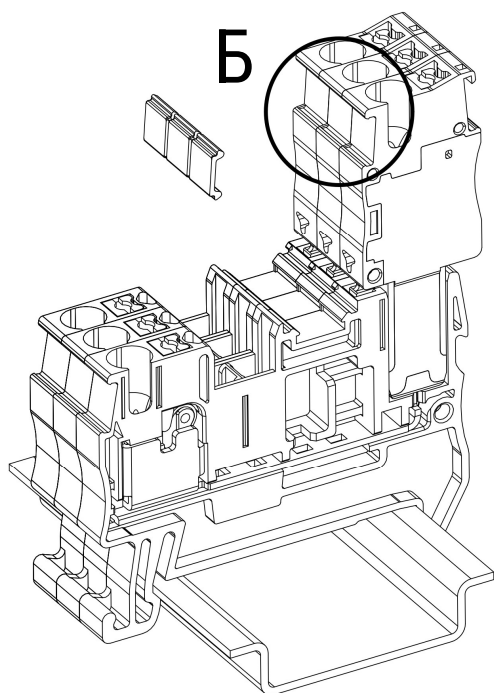
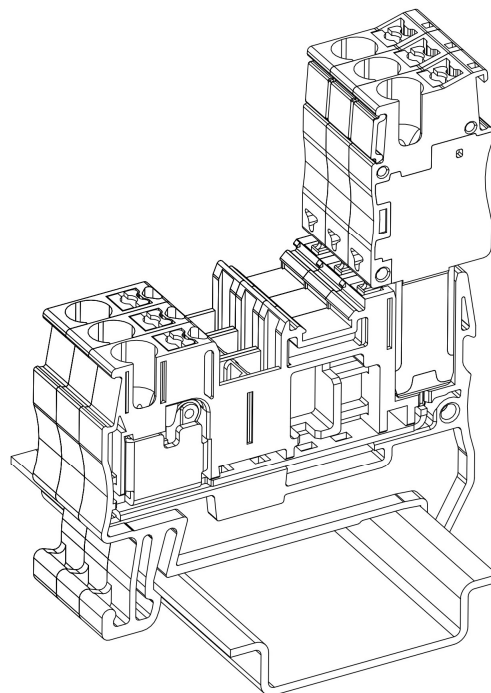

Рисунок 55 – установка маркировочной полосы ПМКП
Рисунок 56 – установленная маркировочная полоса ПМКП
- Для установки маркировочной полосы ПМКП вдавите её в отмеченные пазы штекеров (рис. 55 «Б»; рис. 56).